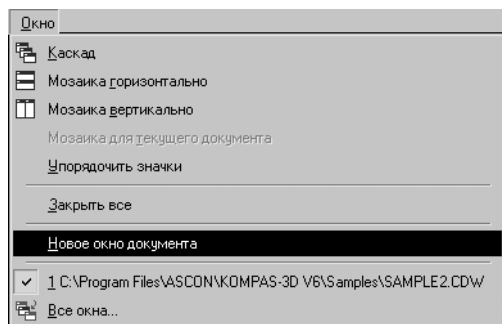

Рис. 1.14. Открытие документа в новом окне
3. Вызовите команду **Окно — Новое окно документа** (рис. 1.14).